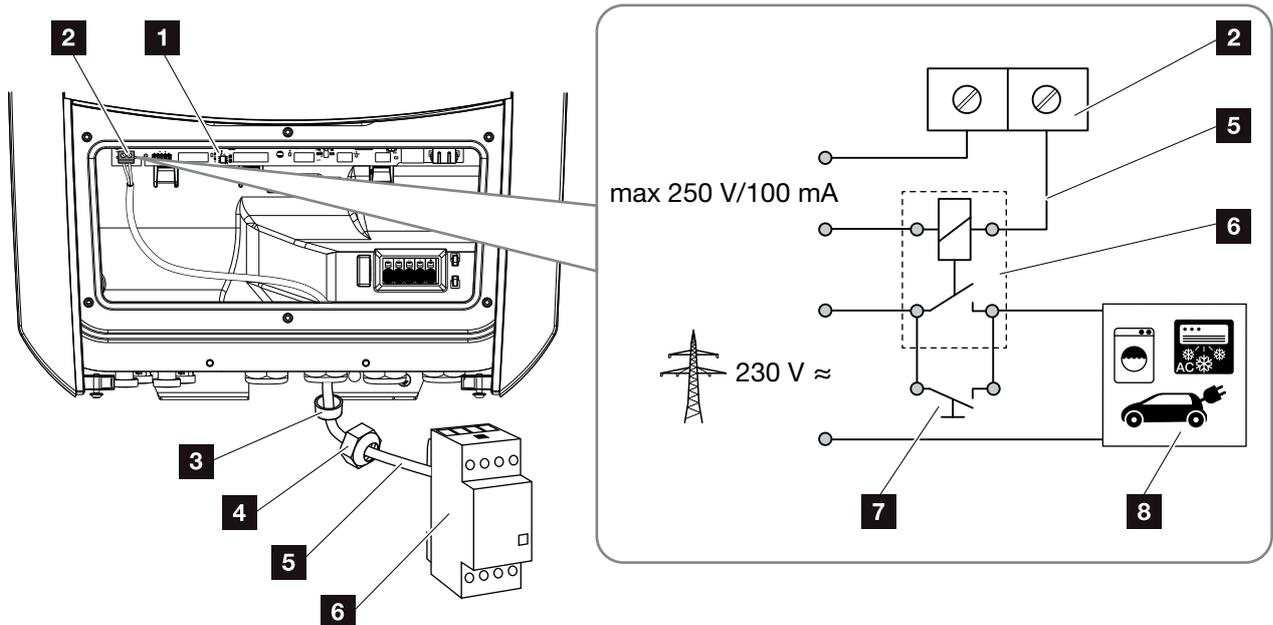

Fig. 55 : Raccordement électrique pour l'autoconsommation
2. Raccorder correctement le relais de charge à la borne de raccordement pour l'autoconsommation de la carte SCB (Smart Communication Board (0,5 Nm)).  **Fig. 55, pos. 2**